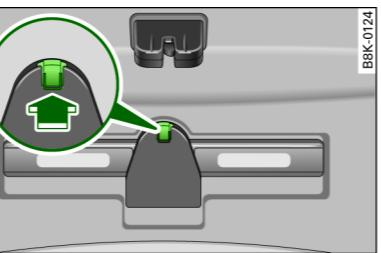

图 255 行李箱盖中的警告三角标志
- 取出警告三角标志的方法是沿箭头方向 ⇒ 图 255 按压止动机构并将固定支架向下翻开。